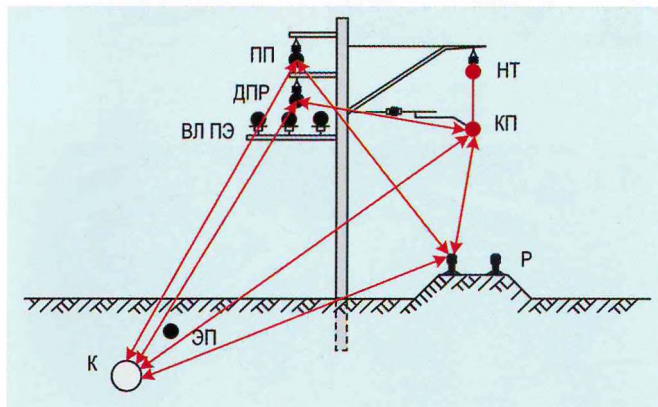

РИС. 1
■ При электротяге переменного тока возникает наведенное напряжение от контактного провода на жилы кабеля. Оно может привести к поражению электрическим током обслуживающего персонала, возникновению термических разрушений вследствие нагрева из-за длительного протекания наведенного тока. Схема наведенного напряжения представлена на рис. 1. Здесь приняты следующие обозначения: К – магистральный кабель СЦБ; ЭП – экранирующий проводник; КП – контактный провод; Р – рельсовая колея; НТ – несущий трос; ДПР – система два провода – рельс; ВЛ ПЭ – воздушная линия продольного электроснабжения.